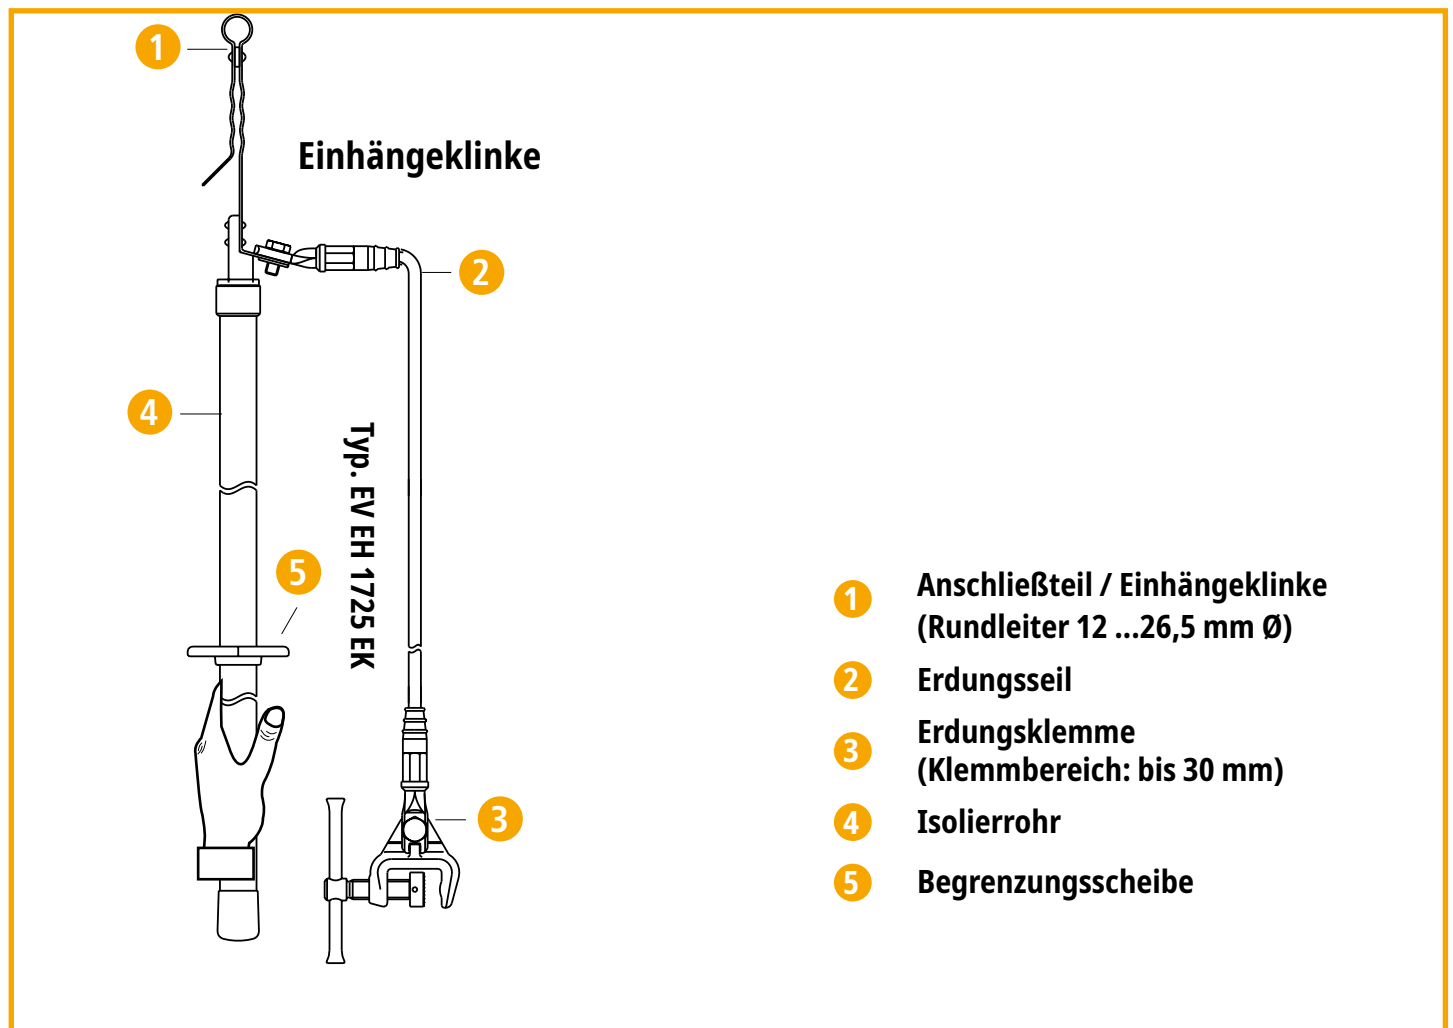

Bild 1
Die Erdungsvorrichtung für Elektrofilteranlagen (siehe Bild 1, Seite 3) und die Entladevorrichtungen zum Ableiten statischer Aufladungen (siehe Bild 2 und 3, Seite 4) sind keine Erdungs- und Kurzschließvorrichtungen nach IEC/EN 61230, (DIN VDE 0683 Teil 100). Sie dürfen nicht als Arbeitserde in Energienetzen eingesetzt werden. Die Geräte dienen ausschließlich zum Ableiten von Restspannungen und statischen Aufladungen gegen Erdpotential.
- Beim Einhängen oder Antasten der Geräte an das Anlagenteil dürfen die Geräte nur im Bereich der Handhabe gefasst werden (siehe Bild 1 bis 3, Seite 3 und 4).
Mit dem Anschließteil (Einhängeklinke) kann die Erdungsvorrichtung an Rundleiter von 12 ... 26,5 mm Ø eingehängt werden (siehe Bild 1, Seite 3).